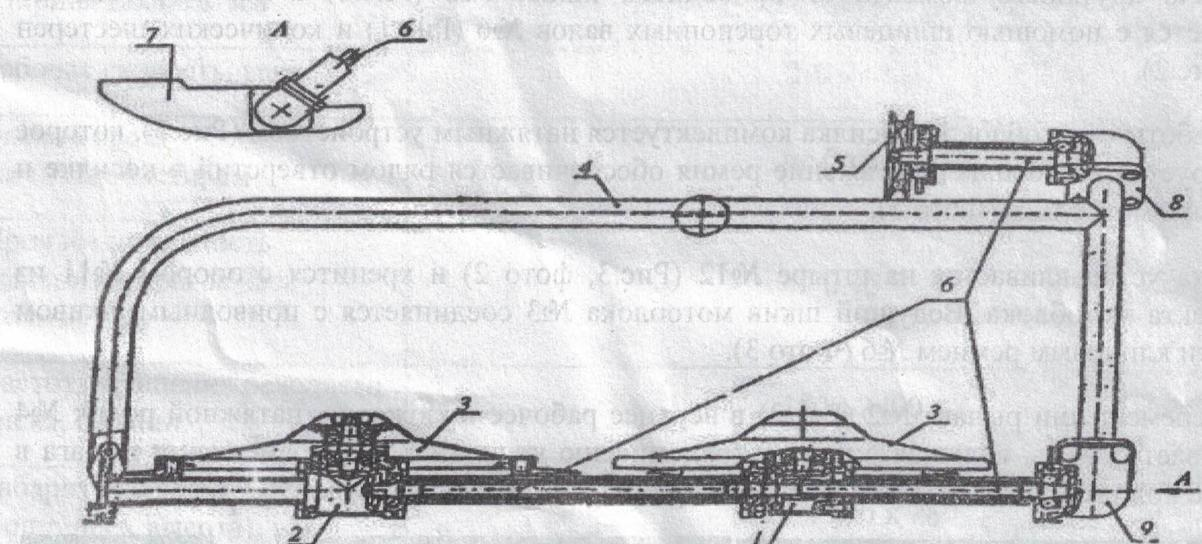

Рис.1
Общий вид косилки представлен на Рис.1.
Конструкция режущих дисков и редуктора привода дисков представлена на Рис.2. Передача крутящего момента от приводного шкива №5 (Рис.1) к режущим дискам передается с помощью шлицевых торсионных валов №6 (Рис.1) и конических шестерен №9 (Рис.2).
### 5.1. Роторная косилка (см. рис.1)
- Для заполнения редуктора привода первого и второго режущих дисков 1 и 2 (Рис.1.) необходимо расконтрить и отвернуть гайку 1 (Рис. 2.), снять шайбу защитную 3 и диск 4, отвернуть четыре болта 5, снять пружинные шайбы и корпус ведомой шестерни 7.
- Для заполнения верхнего углового редуктора 8 (Рис. 1.) необходимо отвернуть четыре болта крепления редуктора к раме 4, затем снять редуктор 8 вместе с приводом от шкива 5. В полость редуктора добавить 50 см. смазки ЕР-0 или солидола ГОСТ 4366-76.
- Для заполнения нижнего углового редуктора 9 (Рис. 1) необходимо отвернуть четыре болта крепления редуктора к раме 4 и два болта крепления редуктора привода второго режущего диска 2 к раме 4, затем снять нижний угловой редуктор вместе с редуктором 1 и 2. В полость 9 добавить 50 см. смазки ЕР-0 или солидола ГОСТ 4366-76.